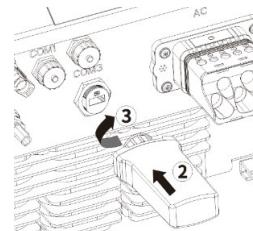

Fig. 19: Koble til WLAN-adapter
- 4 Sett nettverkskabelen inn i COM1 eller COM2 (se fig. 19, følg rekkefølge og pilretningene)
- 5 Trekk til gjengehyslen, overfallsutteren trekkes til deretter (pos. 5 og 6).